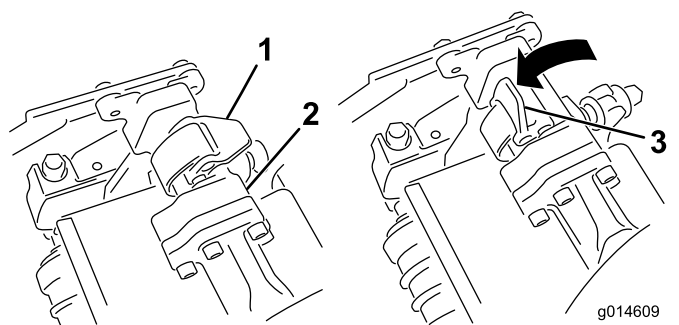

Figura 36
4. Con los enganches del brazo de suspensión orientados hacia arriba (es decir, abiertos (Figura 36), empuje hacia abajo el brazo de suspensión de modo que la barra encaje en la
5. Presione los enganches hacia abajo alrededor de la barra de la unidad de corte y bloquéelas (Figura 36).
5. Abra los enganches de la barra del brazo de suspensión de la unidad de corte que está retirando (Figura 36).